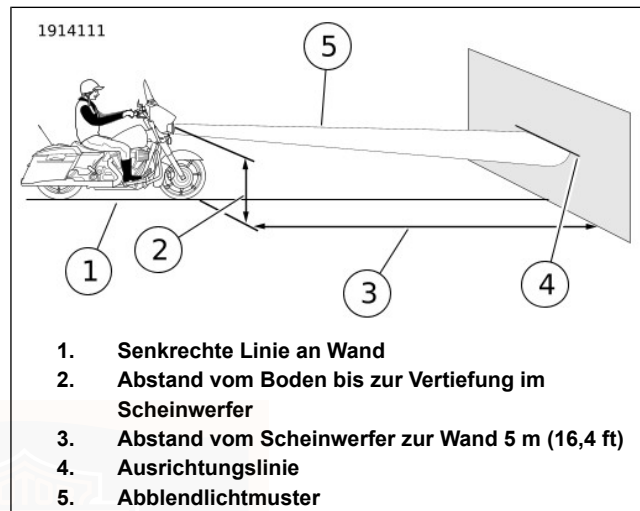
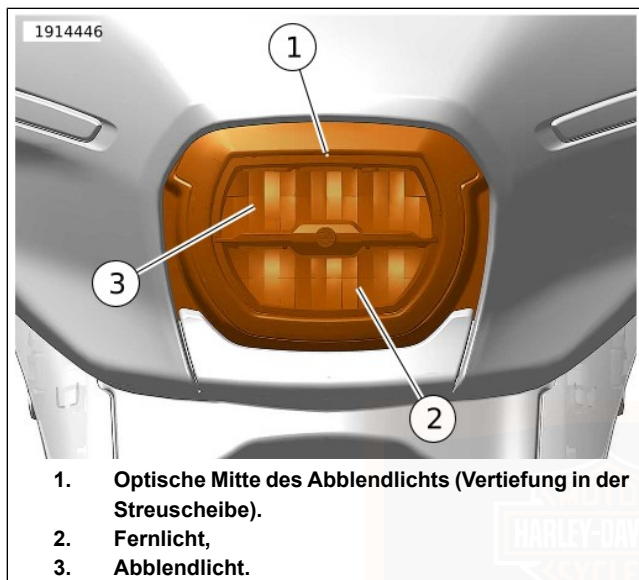

Abbildung 138. Gabelmontierte Verkleidung: Scheinwerferausrichtung
Abbildung 139. Gabelmontierte Verkleidung: Vertiefung
1. Siehe Abbildung 138. Das Motorrad im rechten Winkel zur Wand (1) abstellen, sodass der Vorderreifen geradeaus auf die Wand zeigt.
2. Das Motorrad mit dem angegebenen Abstand von der Vorderseite des Scheinwerfers zur Wand (3) abstellen.
3. Siehe Abbildung 139. Mit dem vorgesehenen Fahrer auf dem Motorrad. Den Abstand vom Boden bis zur Vertiefung (1) an der äußeren Streuscheibe messen. Den angezeigten Abstand abziehen.
2. Einen Schlitzschraubendreher in die vertikale Einstellschraube (1) einführen.
3. Abbildung 139 Die Einstellschraube im oder gegen den Uhrzeigersinn drehen, um das Abblendlichtmuster (5) des Scheinwerfers nach oben oder unten zu verstellen, bis der obere Teil des Lichtstrahls auf die Ausrichtungslinie (4) trifft.